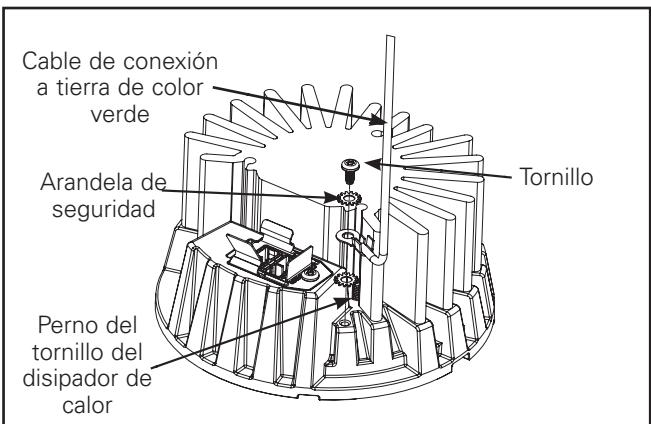

Figura 10
6. Encuentre la correa verde dentro del cilindro y conéctela al disipador de calor mediante el tornillo y la arandela de seguridad ubicada en el sobre adjunto a la correa. (Figura 10)